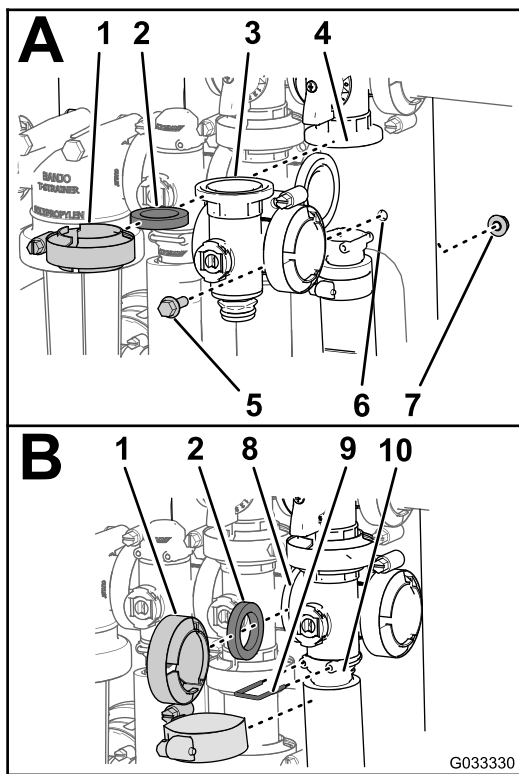

Рисунок 77
1. Совместите фланец коллектора главного клапана секций, 1 прокладку и фланец главного клапана перепуска секций (Рисунок 77А).
- Смонтируйте коллектор главного клапана секций, прокладку и главный клапан перепуска секций с помощью хомута, затянув его от руки (Рисунок 77А).
- Совместите фланец коллектора главного клапана секций, прокладку и коллектор клапана перемешивания (Рисунок 77В).
- Смонтируйте коллектор главного клапана секций, прокладку и коллектор клапана перемешивания с помощью хомута, затянув его от руки (Рисунок 77В).
- Совместите фланец коллектора главного клапана секций и прокладку с корпусом главного клапана секций (Рисунок 77В).
- Смонтируйте коллектор главного клапана секций и гнездо с помощью хомута, затянув его от руки (Рисунок 77В).
- Прикрепите штуцер торцевой крышки к выпускному штуцеру, вставив держатель в выпускной штуцер (Рисунок 77В).